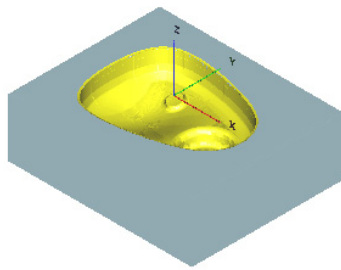

图 3-179 仿真模拟结果(4)
7) 仿真模拟。单击“加工向导”工具栏上的“高级仿真”按钮,弹出“高级仿真”对话框,选中所创建的加工,单击确定按钮;在弹出的“Cimatron's Verifier”对话框中验证加工效果,如图3-179所示。